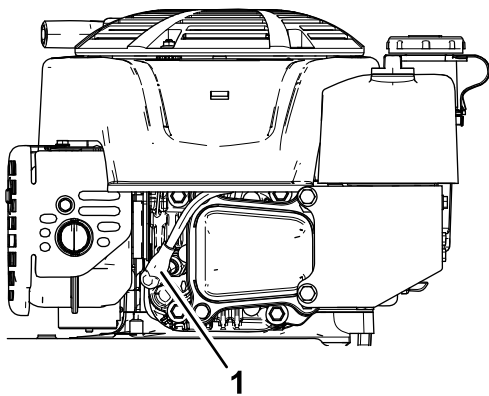

Figura 27
2. Scollegate il cappello dalla candela (Figura 27).